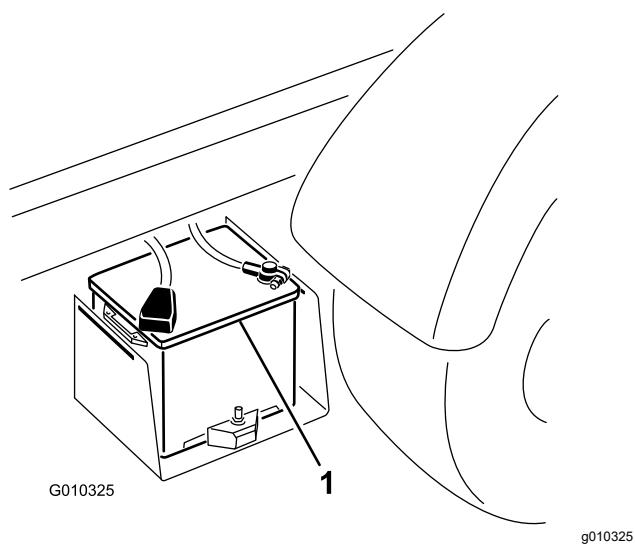

図 51
- 2台のバッテリーのプラス端子同士をブースターケーブルでつなぐ図 51。端子を必ず確認すること。バッテリーカバーの「」の印で確認できることが多い。